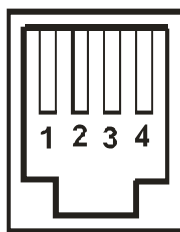

Рисунок 31 Цоколёвка разъемов сети RS-485:
3.2.6 Если предполагается работа приборов ИВТМ-7М3, ИВТМ-7М5-3 в сети RS-485 с компьютером, необходимо подсоединить блок измерения и индикации к сети с помощью специального кабеля в соответствии с цоколёвкой разъемов сети RS-485, рисунок 31. Схема подключения прибора, распайка кабеля приведены в приложении В. Инсталлировать и запустить программное обеспечение в соответствии с прилагаемым описанием программы. Настроить программное обеспечение на работу с СОМ портом, к которому подключен прибор(ы) (преобразователь интерфейсов ПИ-1М).